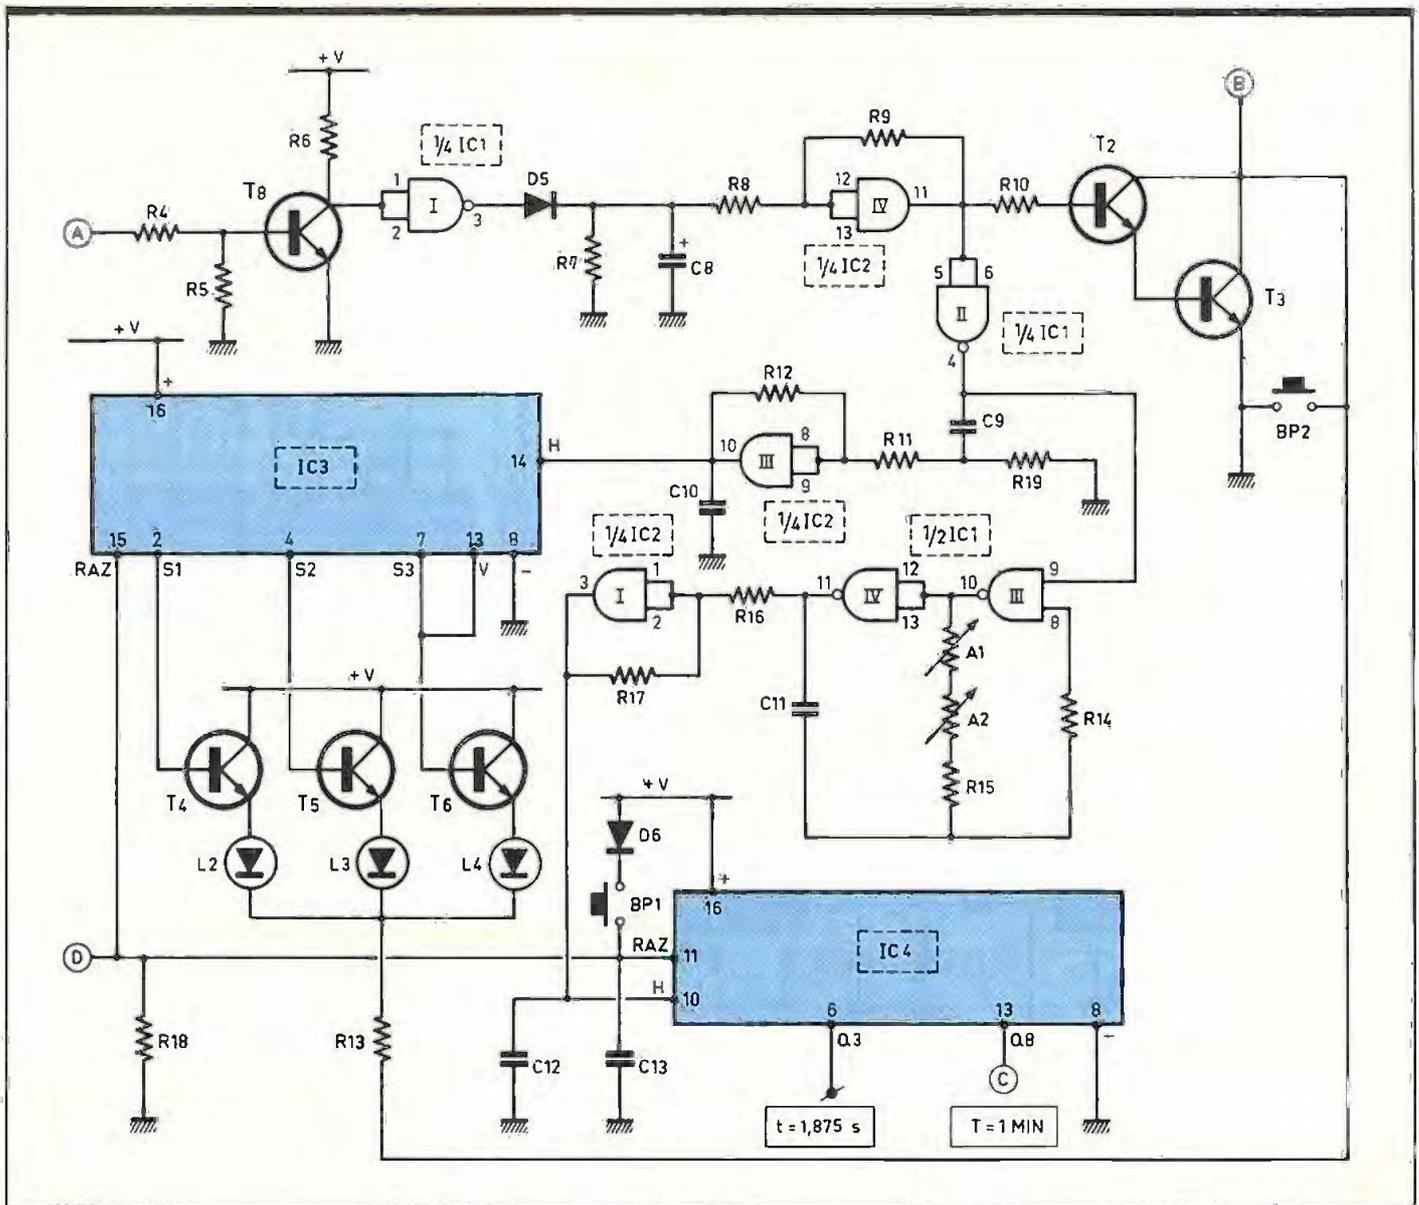

Fig. 5 Détection et dénombrement des coupures.
d) Base de temps (fig. 5 et 7b)